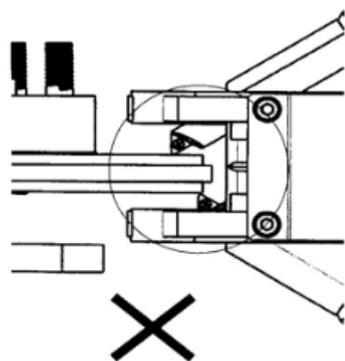

Рисунок 32
4. Двигайте блок проточки по направляющим к центру тормозного диска, пока осевая линия токарного станка не совпадет с осевой линией тормозного диска. Рис. 32 и 33. Сдвиньте по центральной линии или максимум на 2 мм к внутренней стороне автомобиля.